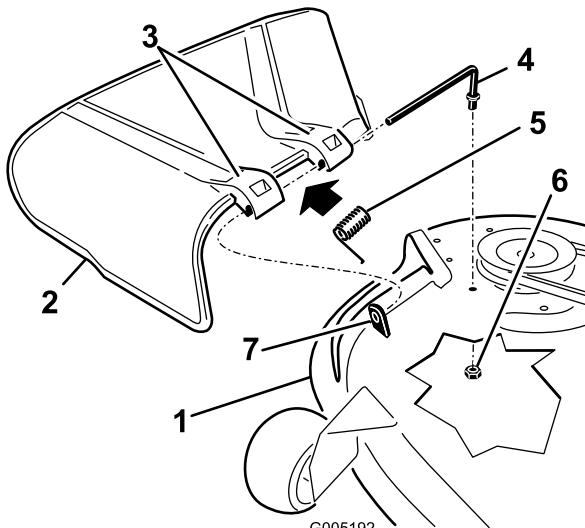

Figure 67
1. Repérez les éléments illustrés (Figure 67).
2. Retirez l'écrou (3/8") de la tige, sous le tablier de coupe (Figure 67).
3. Sortez la tige de la courte cheville de positionnement, du ressort et du déflecteur d'herbe (Figure 67). Enlevez le déflecteur s'il est endommagé ou usé.
4. Remettez en place le déflecteur d'herbe (Figure 67).
6. Placez le ressort sur la tige, les fils d'extrémité dirigés vers le bas, entre les supports du déflecteur d'herbe. Insérez la tige dans le deuxième support du déflecteur d'herbe (Figure 67).
7. Insérez la tige à l'avant du déflecteur dans la courte cheville de positionnement sur le tablier. Fixez l'extrémité arrière de la tige dans le tablier de coupe à l'aide d'un écrou (3/8") (Figure 67).